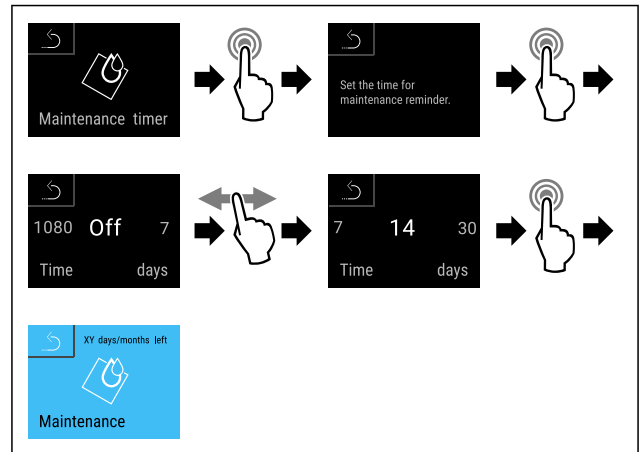

Fig. 103
- ▶ Suivre les étapes (voir Fig. 103).